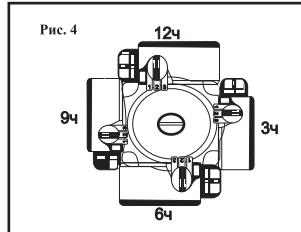

Рис. 4
- поверните корпус двигателя вместе с клеммной коробкой (рис. 4).